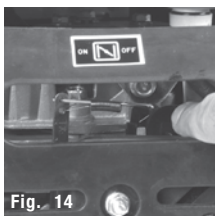

Fig. 14
6. Después del encendido, coloque la palanca del ahogador en la posición de encendido. (Fig. 14).